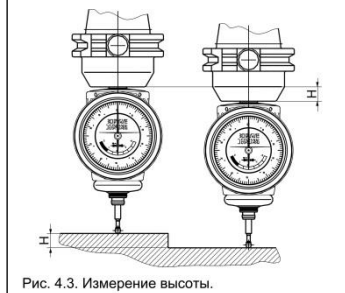

Рис. 4.3. Измерение высоты.
- Измерения высоты проводятся в вертикальном положении (см. Рис. 4.3.)